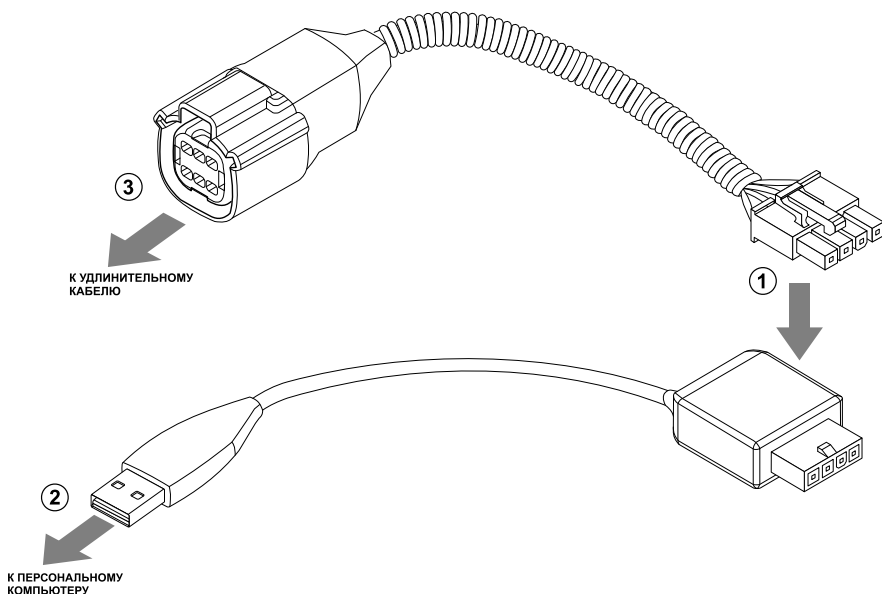

Рис.22. Подключение датчика к ПК
Первый способ предполагает подключение датчика к ПК или ноутбуку. Подключение датчика к ПК осуществляется с помощью преобразователя интерфейсов USB-RS485 (см. Рис.22). Для корректной работы датчика с ПК, в операционной системе должны быть установлены драйверы на преобразователь интерфейсов.
- подключить четырехконтактный разъем преобразователя TKLS-Prog-485 к четырехконтактному разъему переходного кабеля (Рис.22, п.1);
- подключить USB разъем преобразователя к ПК (Рис.22, п.2);
- подключить другой конец переходного кабеля к Разъему 1 датчика уровня топлива (Рис.22, п.3);